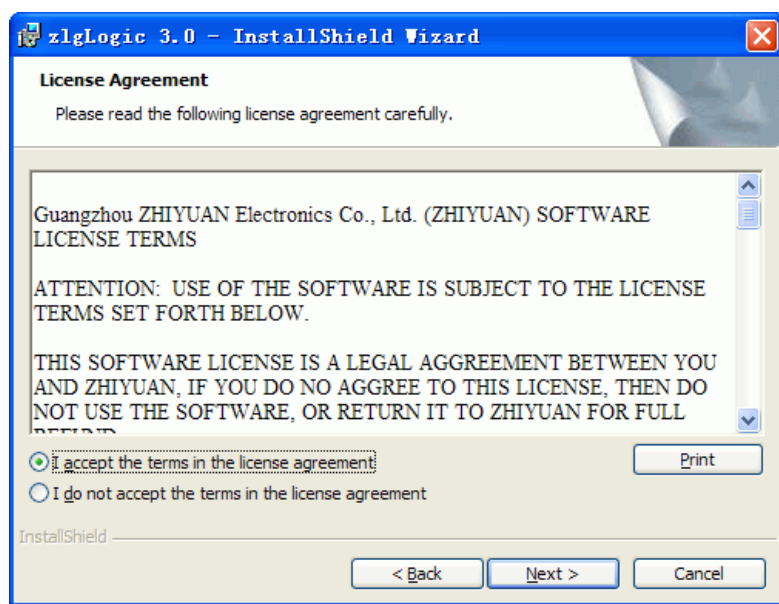

图 3.3 许可证协议对话框
(3) 在弹出的如图 3.3所示的许可证协议对话框中，选择“我接受...”，然后点击“下一步”。